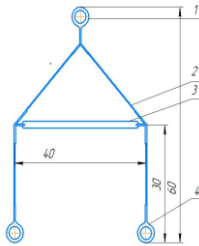

Рис. 1
Трапеция (см. Рис.1) представляет собой устройство в виде равнобедренного треугольника, образованного двумя силовыми лямками (2), поперечиной (3). На вершине треугольника и на концах силовых лямок силовыми шивками образованы элементы крепления (петли). На элементы крепления (петли) надеты защитные чехлы. Верхний элемент крепления (петля) (1) предназначен для присоединения к соединительно-амортизирующей подсистеме, элементы крепления (петли) (4) предназначены для присоединения к элементам крепления привязи, одетой на пользователя.